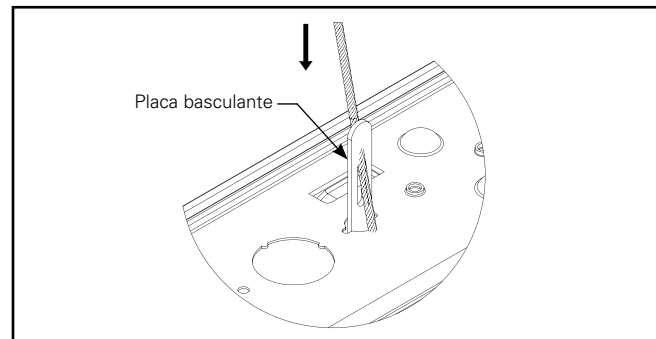

Figura 4.2.
- B. Mantenga el lado de la longitud de la placa basculante perpendicular a la superficie superior del canal e insértelo en el orificio (Figura 4.2).